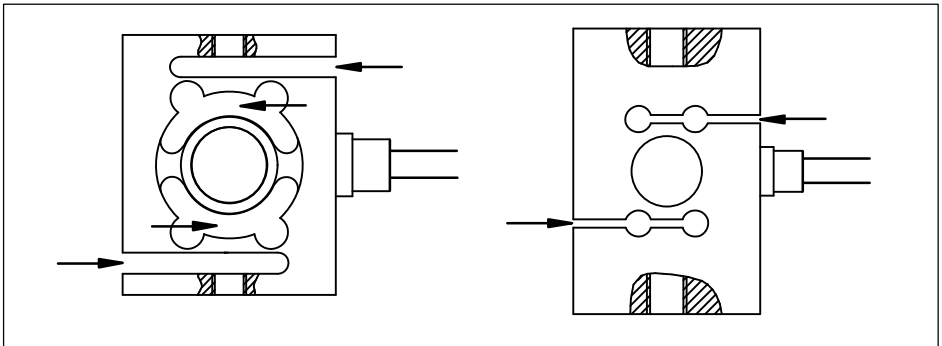

Fig. 6.1 Impedire l'accumulo di sporcizia e sedimenti nelle zone indicate
*I depositi di polvere o sporcizia sui trasduttori di forza possono provocare errori di misura. Le zone più soggette a tali accumuli sono indicate dalle frecce nella Fig. 6.1 .*